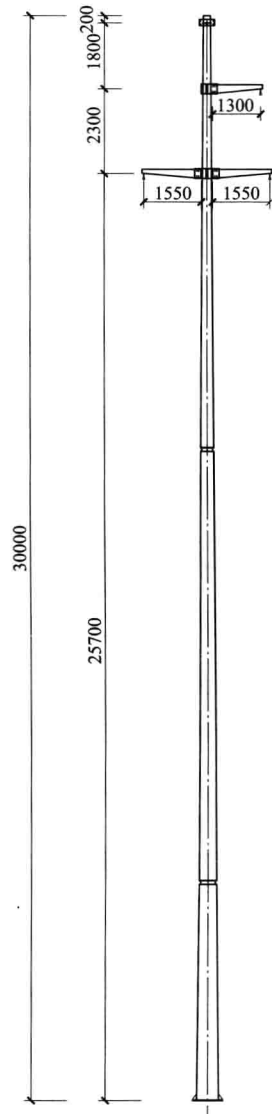

图 12.2.2-1 35GCD01-DZ1 单线图
(2) 单线图及电杆设计参数见图 12.2.2-1、表 12.2.2-4 和表 12.2.2-5。